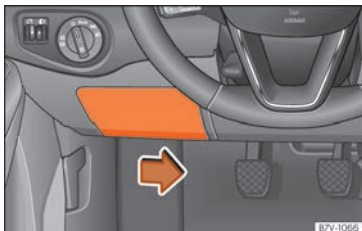

Abb. 58 Auf der Fahrerseite in der Instrumententafel: Abdeckung des Sicherungskastens.
- Zum Entriegeln des Deckels den Verriegelungshebel an der Unterseite nach rechts drücken »» **Abb. 58**.